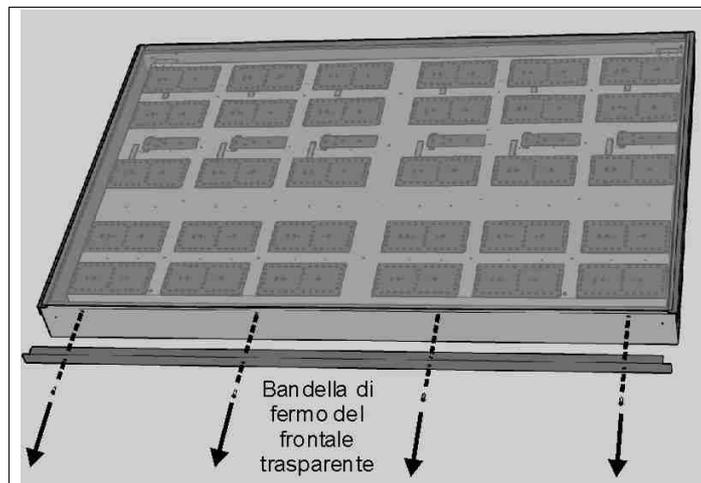

Fig. 12: Viti di fissaggio del pannello frontale
2. Con un cacciavite a croce, dal modulo dove è presente la scheda da sostituire, togliere una bandella laterale svitandone le viti di fissaggio (Fig. 12).